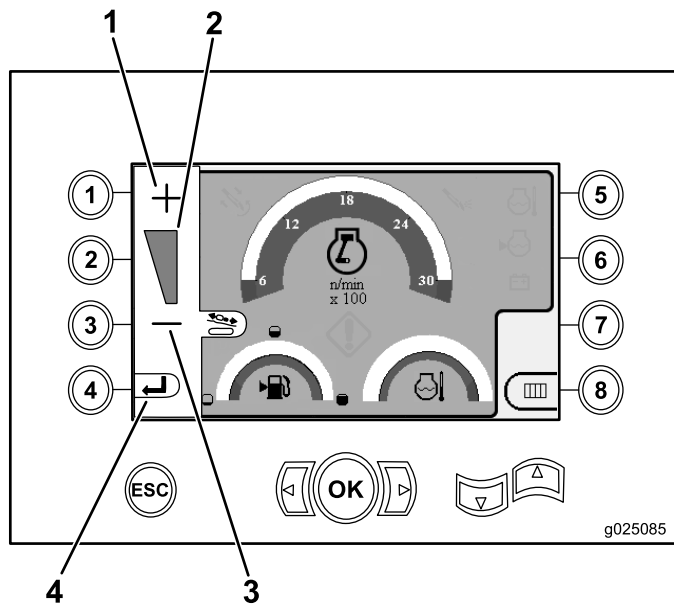

Figura 19
1. Pulse el botón 1 para aumentar el par de torsión, o el botón 3 para reducir el par de torsión de la máquina (Figura 19).
2. Después de ajustar el par de torsión, pulse el botón 4 (Figura 19), y vuelva a la Pantalla principal \(página 28\).